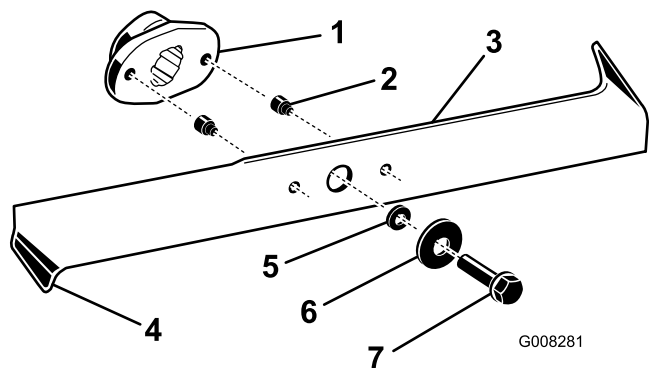

Figura 41
2. Inspeccione los filos de corte (Figura 41). Si los bordes no están afilados o tienen mellas, retire las cuchillas y afílelas; consulte Cómo afilar las cuchillas.
3. Inspeccione las cuchillas, especialmente los extremos inclinados (Figura 41). Si observa cualquier daño o
4. Si los pasadores de seguridad están rotos, sustitúyalos inmediatamente (Figura 41).
3. Retire los pernos, las arandelas y las cuchillas (Figura 41). Inserte un bloque de madera entre cada cuchilla y el cortacésped para bloquear la cuchilla mientras se retira cada perno.
1. Instale las cuchillas, las arandelas y los pernos (Figura 41).